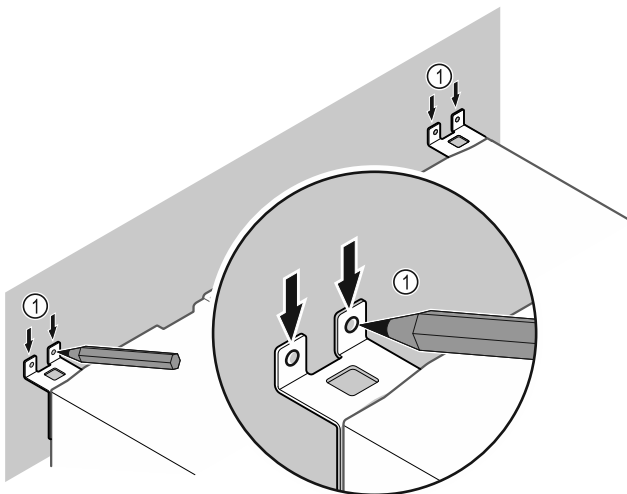

Fig. 52
- ▶ Markierungen an der Wand setzen Fig. 52 (1).